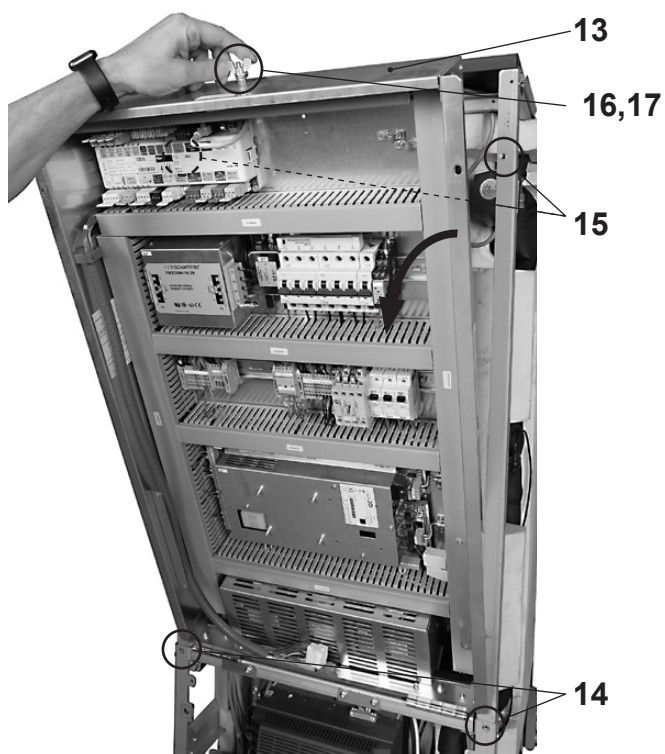

Fig. 06
6. Rabattre vers le bas le tableau électrique (13, Fig. 06) avec la platine principale et tous les composants électriques
- Retirez les vis de raccord du châssis (14) et les vis de fixation du tableau électrique (15) à gauche et à droite.
- Retirez l'écrou de sécurisation avec le câble de sécurisation (16,17) et rabattez le tableau électrique (13) vers le bas.